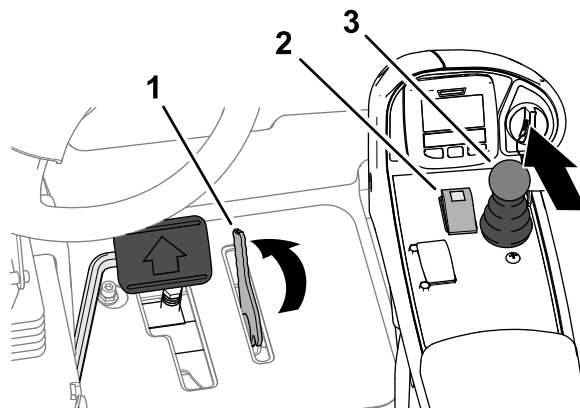

Figure 169
3. Amenez le levier du limiteur de vitesse de tonte vers l'avant à la position TONTE (Figure 169).